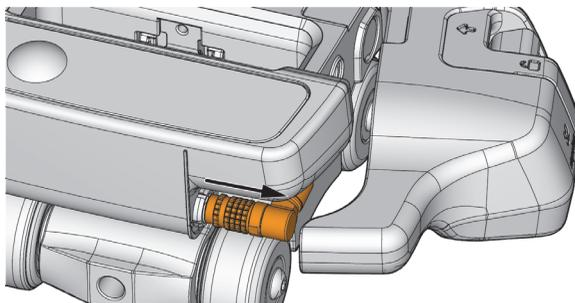

Figura 2-6 Desconexión del cable del codificador
2. Desplace ligeramente el montaje del codificador a un lado y desconecte el codificador a partir del módulo ScanDeck (ver Figura 2-6 en la página 51).